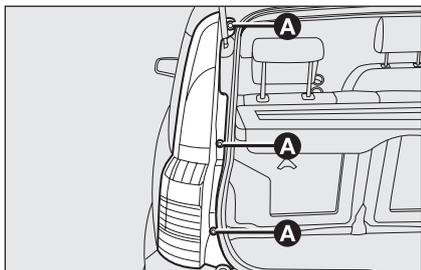

fig. 32
- dévisser les trois vis **A-fig. 32** des sièges correspondants, tirer délicatement vers soi tout le phare jusqu'au dégageement total des trois ressorts d'accrochage (ils sont fixés à pression) et décrocher le connecteur;